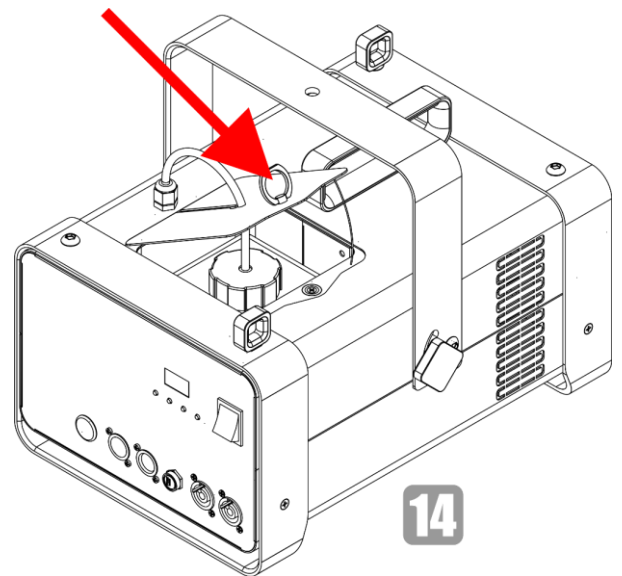

Abb. 32
- 14) Schließen Sie den Servicedeckel (Abb. 32).